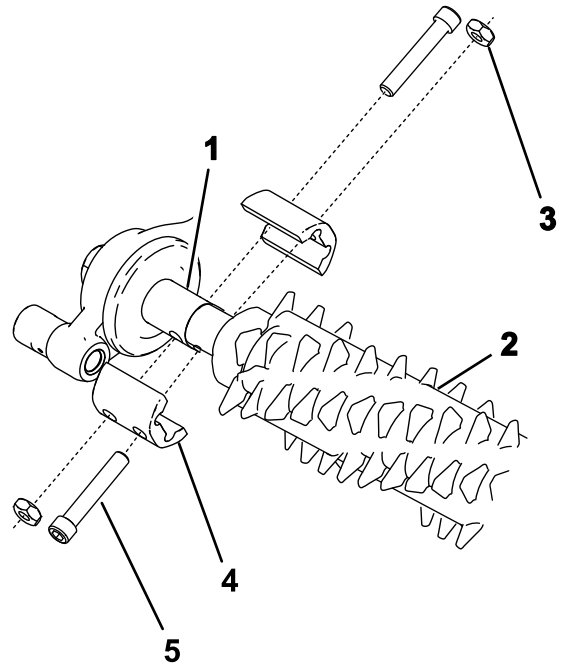

Figure 22
2. Alignez le groomer sur le boîtier d'entraînement et le galet de tension (Figure 22).
3. Fixez le groomer sur la machine comme montré à la Figure 22 et serrez les boulons à la main.